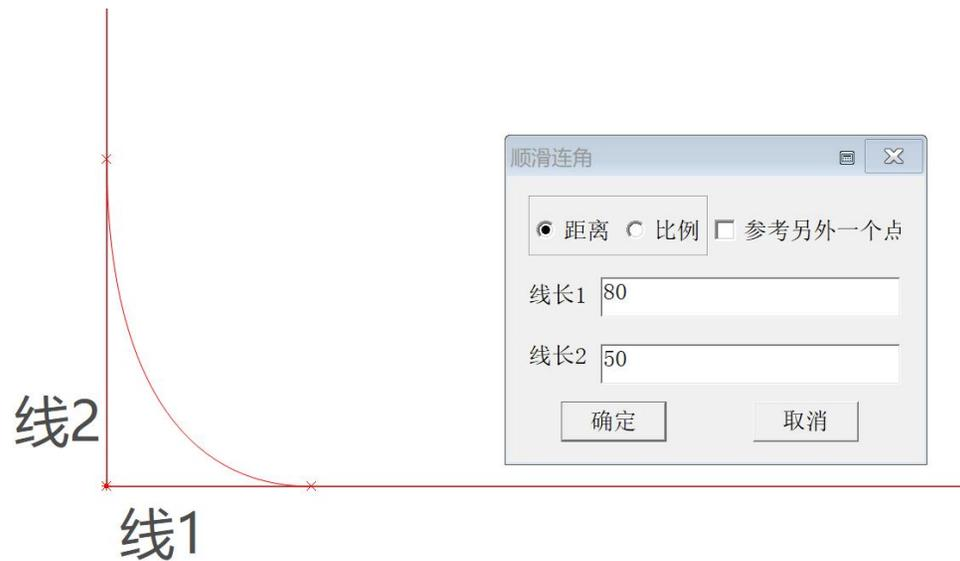

图 11.1
- (1) 用该工具分别单击或框选要作圆角的两条线, 如图 11.1 中的线 1、线 2;
- (2) 往工作区拖动光标, 单击弹出【顺滑连角】对话框, 输入所需的数据, 点击确定即可。若输入线长 1 和线长 2 的数据相同, 则是等距圆角; 若输入线长 1 和线长 2 的数据不一, 则是不等距圆角。